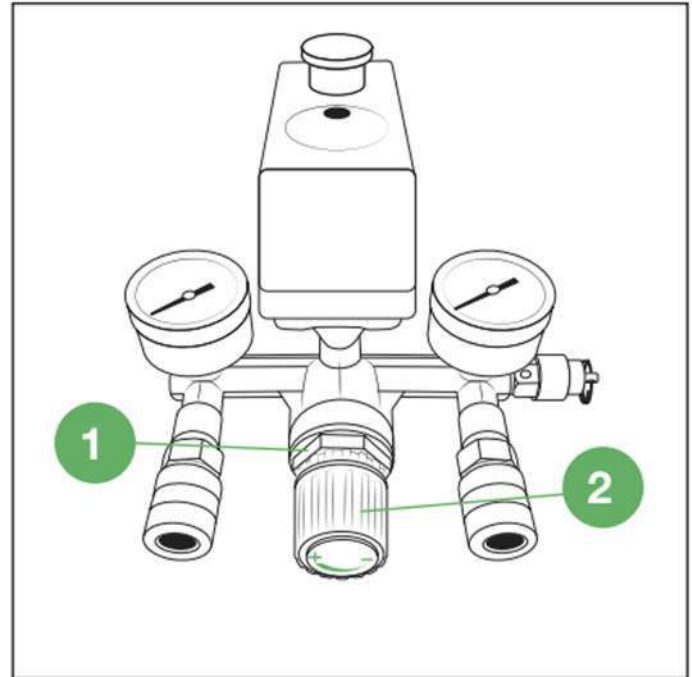

Рис. 10
• Вихідний тиск моделей компресорів 2-900F18-220 / 2-1450F24-220 змінюється за допомогою регулюючого клапана. Ослабте стопорну гайку (1) і поверніть ручку регулюючого клапана (2) за годинниковою стрілкою (у напрямку маркування «+») для збільшення тиску і проти годинникової стрілки (у напрямку «-») — для зменшення (Рис. 10).